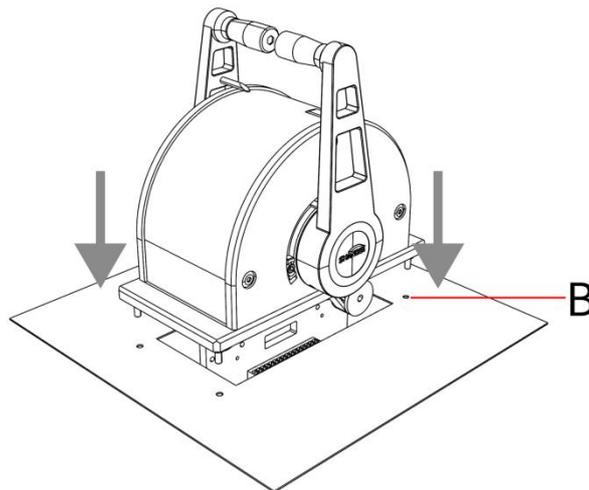

图 4.2 安装步骤图
② 将手柄竖直放置于图 4.2 中右下角所示的安装板开孔内，并将螺丝对准螺孔 B，遇到凸出部分可将手柄旋转或倾斜放入。